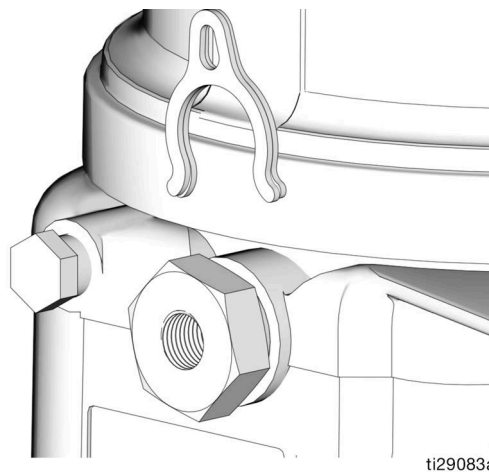

FIG. 13
La commande du volume de la pompe se règle en n'utilisant soit aucune (0) entretoise, soit 1 ou 2 entretoises (FIG. 13).